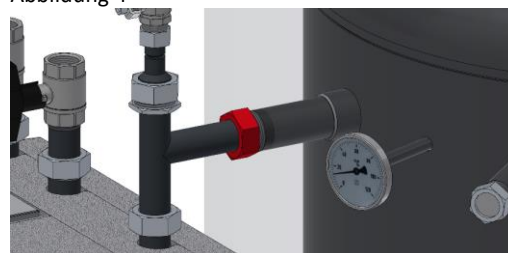

Abbildung 5
- Festziehen der horizontalen Verbindungen, siehe Abbildung 5.